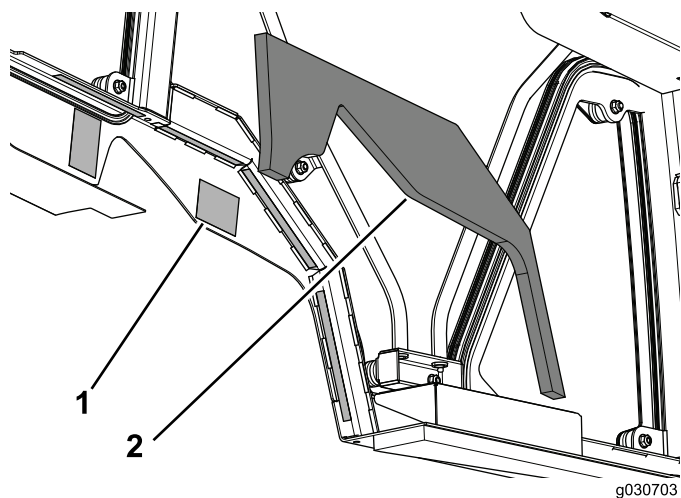

图13
3. 拆下驾驶室装置两侧双面胶带上的纸基（图13）。
4. 将左侧泡沫粘贴到驾驶室装置上（图13）。